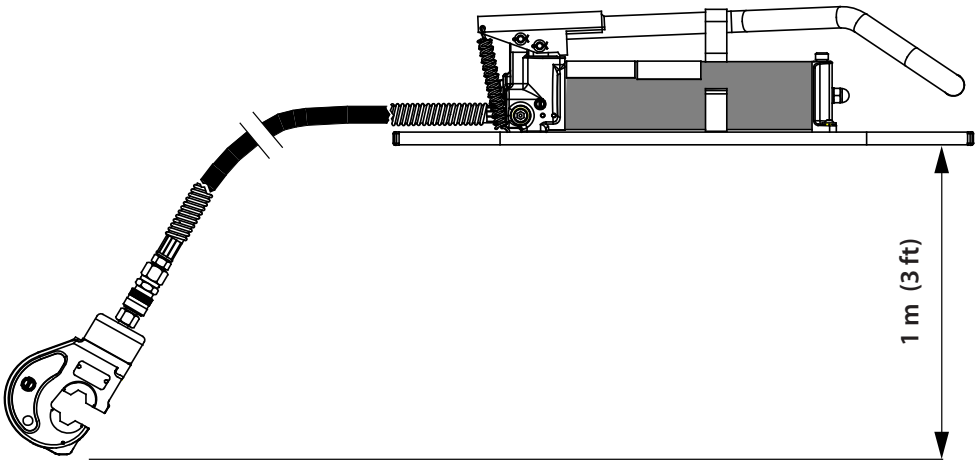

FIG. 7 PUMP POSITION FOR PURGING AIR FROM THE SYSTEM
4.2) Eliminazione delle bolle d'aria o di impurità (Rif. a Fig. 7)